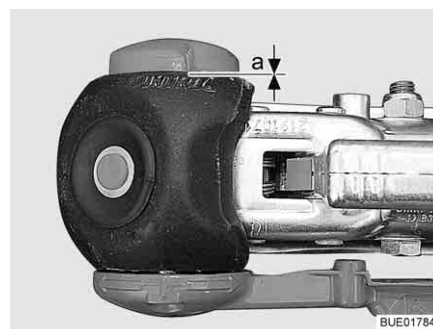

Fig. 209 Control de desgaste
- Distancia $a = 0$ (Fig. 209): Controlar los forros de fricción y cambiarlos si es necesario.